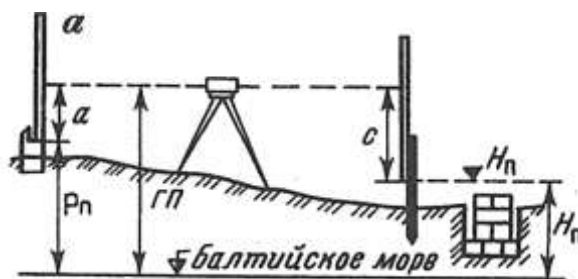

Рис. 2. Схема разбивки и контрольных высот фундамента
5. Выставьте проектную высоту верха фундамента на обноске (рис. 2), если высота репера  $P_n = 90,370$ , отсчет по рейке  $a = 0937$ , проектная высота фундамента  $H_n = 88,279$ .